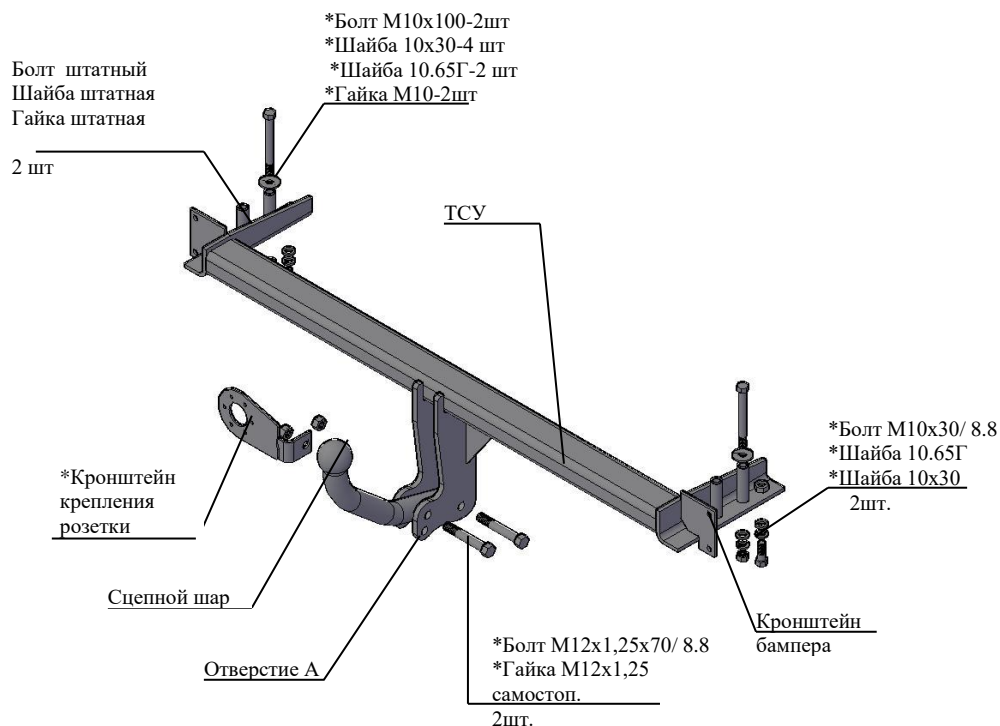

Рис.1 Тягово-цепное устройство 9422
2.1 ТСУ 9422 в сборе (рис.1)	1 шт.
2.2 Пакет с комплектующими (см. рис.1)	1 шт.
4.11 Закрепить сцепной шар и кронштейн крепления розетки к кронштейнам шара крепежом соответственно рис.1 (предварительно кронштейн крепления розетки скрепить с уголком болтом М10х20 и гайкой М10 самостоп).